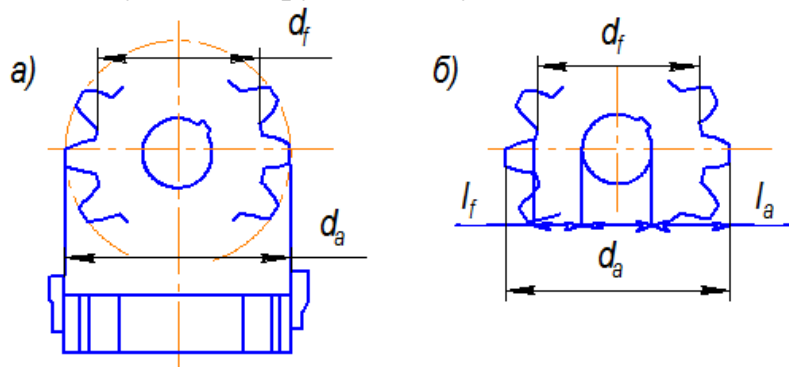

Рисунок 4- Измерение диаметров выступов и впадин зубчатого колеса:
7. Измерить штангенциркулем диаметры выступов d_a и впадин d_f зубьев колеса, занеся полученные значения в табл. 5. Размеры d_a и d_f при четном числе зубьев Z измеряются штангенциркулем непосредствен, как показано на рис. 4,а. При нечетном числе зубьев Z сначала измеряется диаметр отверстия колеса $d_{отв}$, а затем расстояние от отверстия до окружности вершин l_a и до окружности впадин l_f зубьев (рис. 4,б), при этом диаметры вершин и впадин зубьев получаются суммированием диаметра отверстия и расстояния от отверстия до соответствующей окружности зуба.